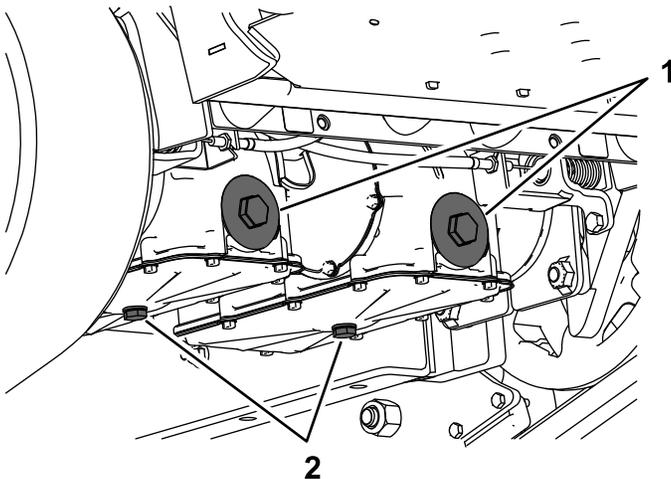

Figura 50
1. Pernos traseros (2)
3. Pernos laterales (4)
5. Coloque el tapón de vaciado en la parte inferior de cada transmisión, luego coloque un recipiente de vaciado debajo de los tapones (Figura 50).
7. Retire el tapón del filtro hidráulico y el filtro hidráulico para cada transmisión (Figura 50).